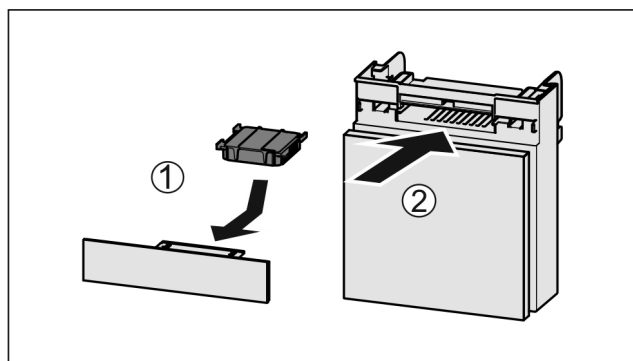

Fig. 88
- ▶ Aktivni ogljeni filter vstavite Fig. 88 (1) skladno s prikazom na sliki.
- ▶ Predal potisnite noter Fig. 88 (2).